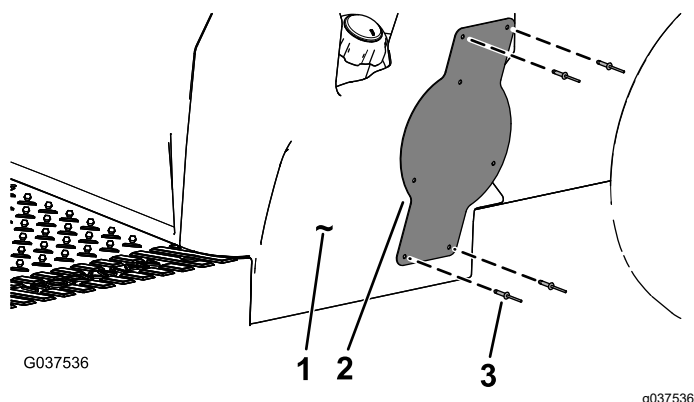

Figura 11
- Montate la staffa del supporto della piastra sul lato della base del sedile utilizzando 4 ribattini con spina (3/16" x 15/16"), come illustrato nella Figura 11.